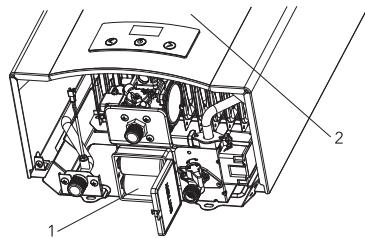

Рис. 1
- Перед включением водонагревателя необходимо установить батареики (рис. 1). Отсек батареи (1) находится в нижней правой части водонагревателя. Для доступа к нему снимать кожух не нужно.